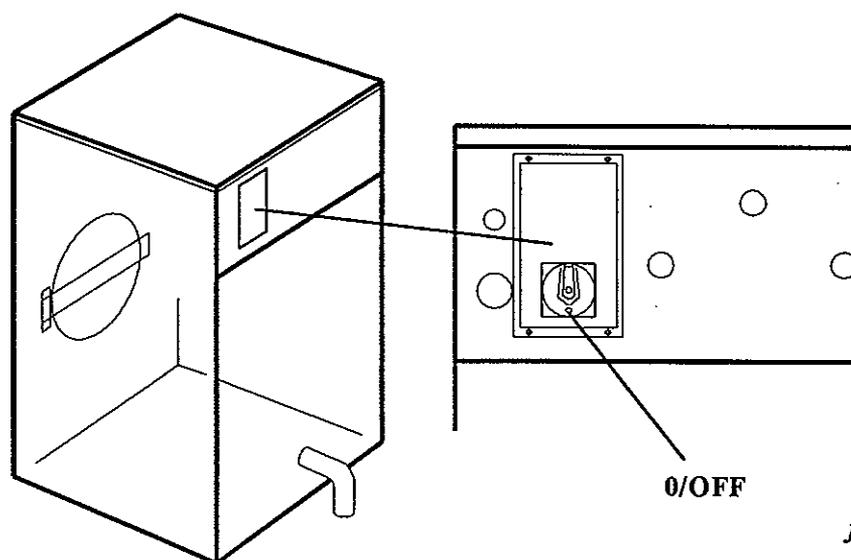

fig. 2
**Switch disconnecter.** (Obligatory for CE models and optional for other countries). Located in the terminal box cover, at the rear of the machine (fig. 2). It establishes the connection of the **WHOLE** electrical circuit of the washer to the external electrical supply. Refer to clause 8.3 **SWITCH DISCONNECTOR MECHANICAL INTER-LOCK.**
**Interruptor seccionador.** (Obligatorio en modelos CE y opcional para países restantes). Situado en la tapa de la caja de bornes, en la parte posterior de la máquina (fig. 2). Establece la conexión de la **TOTALIDAD** del circuito eléctrico de la lavadora a la red general de alimentación. Ver apartado 8.3 **BLOQUEO MECANICO DEL INTERRUPTOR SECCIONADOR.**
**Interrupteur sectionneur.** (Obligatoire pour CE et option pour les autres pays). Il est placé dans le couvercle du boîtier de bornes, à l'arrière de la machine (fig. 2). Il établit le raccordement de la **TOTALITÉ** du circuit électrique de la machine à laver, au réseau général d'alimentation. Voir section 8.3 **VERROUILLAGE MÉCANIQUE DE L'INTERRUPTEUR SECTIONNEUR.**